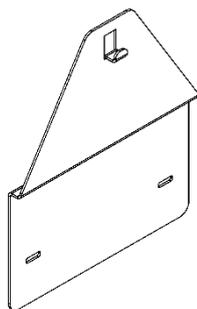

Рисунок 6. Переходная планка
7.2.3 При установке аппарата на место где ранее был установлен аппарат марки «NEVA» или «BaltGaz», который крепился к стене с помощью двух крючков, можно выкрутить данные крючки и использовать отверстия для установки переходной планки (см.рис. 6). Переходная планка 114511-00.050 позволяет смонтировать аппарат с использованием уже имеющихся крепежных отверстий в стене. Переходная планка приобретается отдельно в фирменных магазинах или на сайте [baltgaz.ru](http://baltgaz.ru).